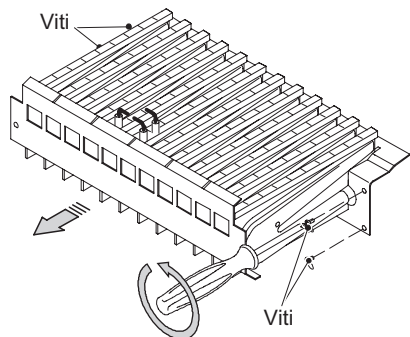

Figura 8.1
- Togliere il pannello anteriore della camera di combustione ed il bruciatore in Figura 8.1.
- Rimontare il bruciatore Figura 8.1, il pannello anteriore della camera di combustione e la parete mobile della camera stagna.